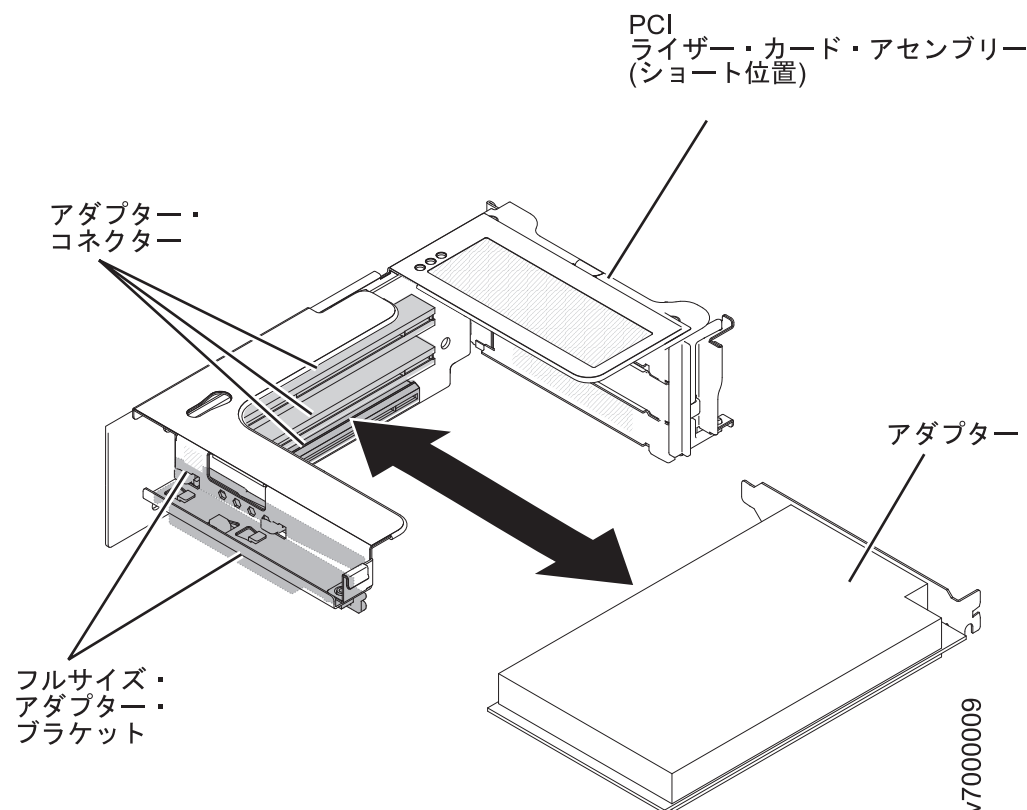

図 156. アダプター・コネクターからのアダプターの取り外し
2. 図 156 に示すように、アダプターの上端または上部の隅を注意深くつかみ、PCI 拡張スロットからアダプターを引き出します。